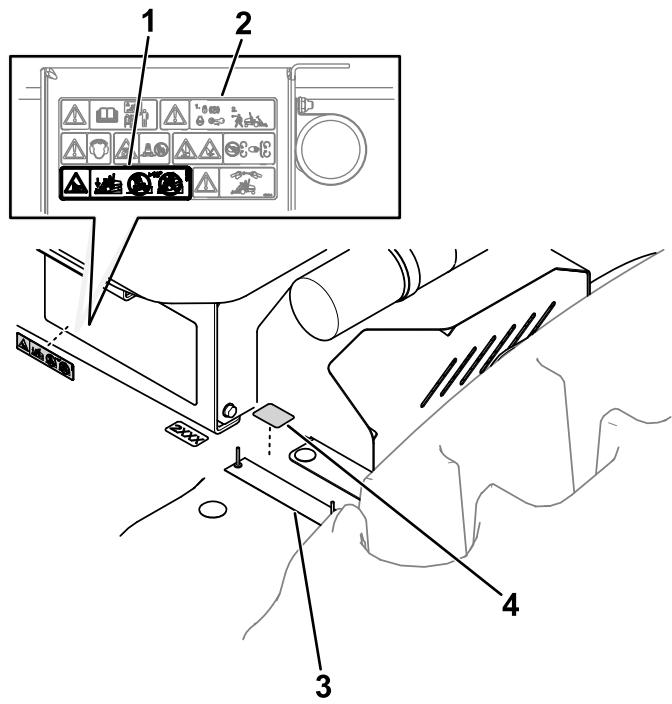

Bild 14
- 2. Bringt den entsprechenden Aufkleber in der Nähe des Typenschildes an, wie in Bild 14 dargestellt.
3. Bringt den Warnaufkleber auf der Fläche an, wie unter Bild 14 dargestellt.
Wichtig: Vergewissern Sie sich, dass die unter Bild 14 dargestellten Flächen sauber und trocken sind, bevor Sie die Aufkleber anbringen.